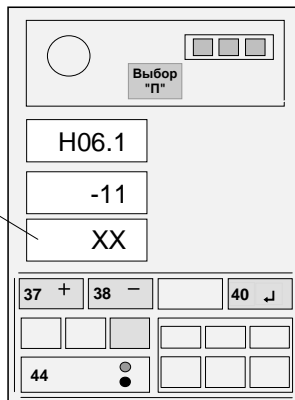

Рисунок 17 - Ввод температурного коэффициента
Если значение температурного коэффициента, указанное на жгутах ПрУ, отличается от значения, выдаваемого на средний ИЖЦ, нажатием кнопки 44 установить на верхнем ИЖЦ код "H06.1", а затем, нажимая кнопки "+" (37) и "-" (38), установить на среднем ИЖЦ значение коэффициента для ПрУ (см. рисунок 17 для коэффициента М11), причем знак плюс на индикаторе не отображается, а знак минус отображается символом " - ".